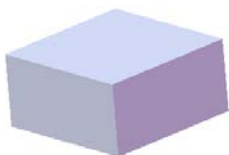

图 16.2.26 凸台—拉伸 1
Step2. 创建图 16.2.26 所示的零件基础特征——凸台—拉伸 1。
(1) 选择命令。选择下拉菜单 **插入(I)** → **凸台/基体(B)** → **拉伸(E)...** 命令(或单击“特征(F)”工具栏中的  按钮)。
(2) 定义特征的横断面草图。
① 定义草图基准面。选取前视基准面作为草图基准面。